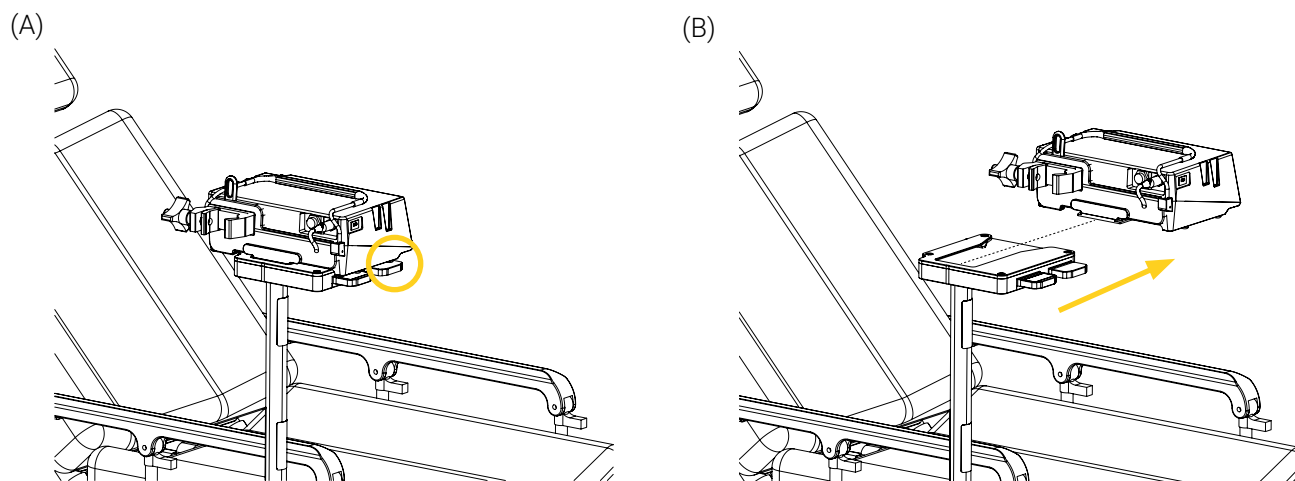

Figure 12: Retrait de la pompe à infusion du Support de fixation NVM
- Appuyer et maintenir enfoncer le bouton à déclenchement rapide du Support de fixation NVM (Figure 12 A), puis glisser la pompe à infusion hors du support de fixation horizontalement (Figure 12 B), portant une attention particulière de ne pas coincer les câbles ou le tubage.